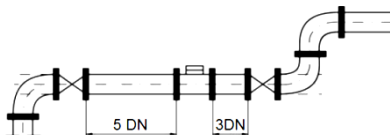

Рис. 3 Схема встановлення лічильника води
8.2. Лічильники необхідно встановлювати в місцях, зручних для зняття показань, технічного обслуговування і монтажу/демонтажу (рис.3). Обов'язковою умовою є повне заповнення трубопроводу водою під час експлуатації. Монтаж і введення в експлуатацію лічильників повинна здійснювати організація, яка має відповідний дозвіл та ліцензію.